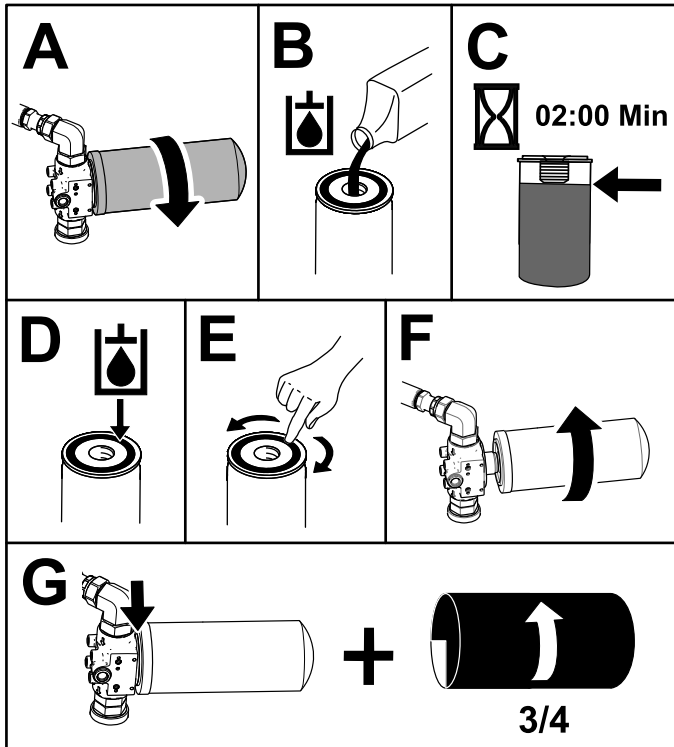

Figure 79
5. Placez un bac de vidange sous le filtre avant et remplacez le filtre (Figure 79).